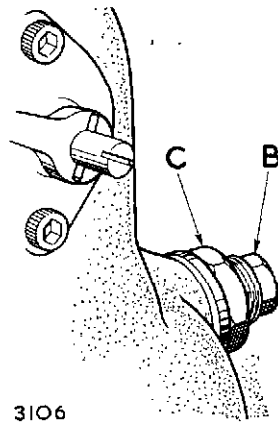

Fig. 15
65. To adjust speed control (Fig. 15 & 16)